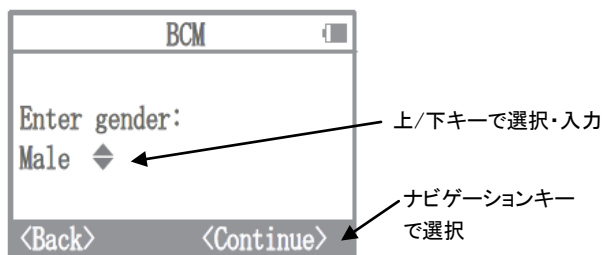

図 3. データ入力画面(性別入力例)
- (1) オン/オフキーを押して、本装置の電源をオンにしてください。
- (2) 患者の性別、体重、身長、年齢のデータを装置本体の画面の指示に従い操作入力して下さい。(必要に応じて BCM 患者カードを使用して下さい) (図 3 参照)